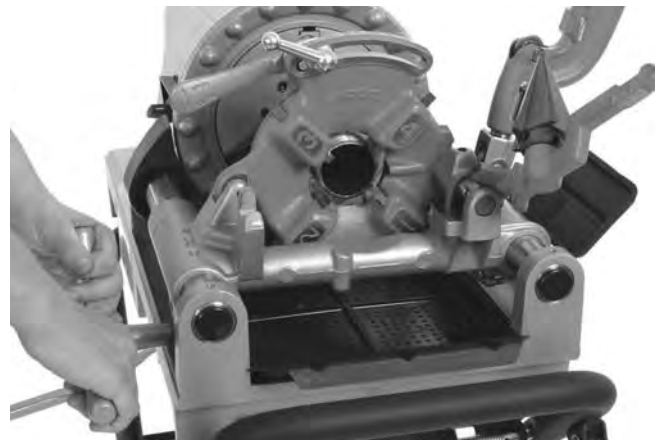

Abbildung 24 – Schneiden von Rohrgewinden (811-A schnellöffnender Schneidkopf abgebildet)
7. Drehen Sie das Schlittenhandrad, um den Schneidkopf zum Ende des Rohrs zu bewegen (Abbildung 24). Üben Sie leichten Druck auf das Handrad aus, um den Schneidkopf an das Rohr zu bringen. Sobald der Schneidkopf beginnt, das Rohrgewinde zu schneiden, muss keine Kraft mehr auf das Schlittenhandrad ausgeübt werden.